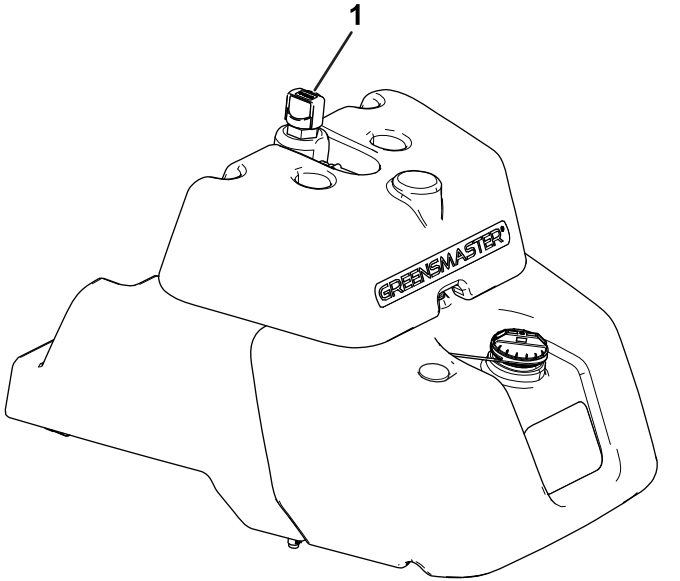

图43
- 如果油箱没有观察窗口请找到主液压油箱顶部的量油尺 图43 然后继续步骤 3。